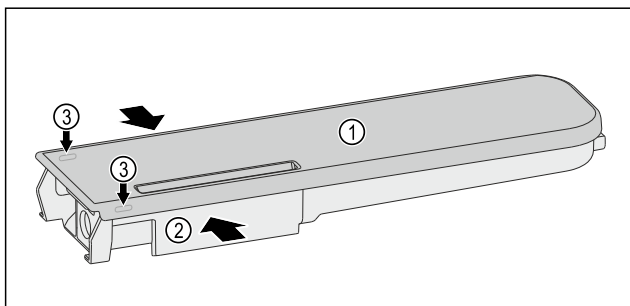

Fig. 125
- Стиснете резервоара за вода Fig. 125 (2) и внимателно откачете и изтеглете нагоре капака Fig. 125 (1) над фиксиращите палци Fig. 125 (3).
- Раздвижете капака Fig. 125 (1) леко напред-назад и го свалете нагоре.